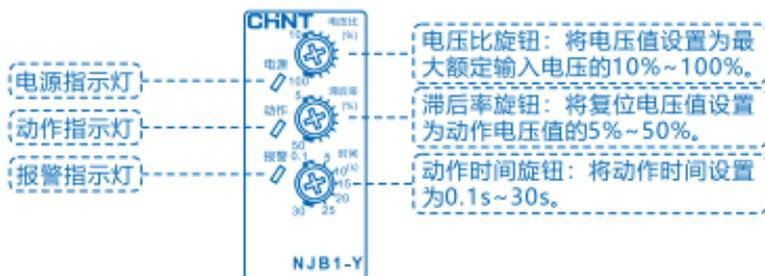
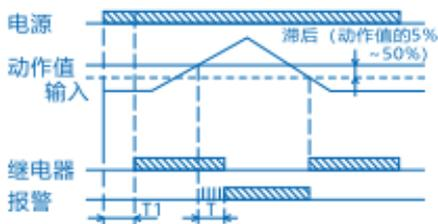
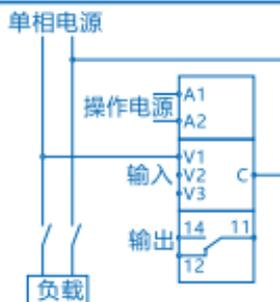

图2 面板示意图
图3 过电压动作时序图 (常闭)
图6 接线图
5.1 产品面板示意图：见图2；产品各种工作的时序图：见图3~图4；产品选择开关示意图：见图5；产品工作模式的设定：见表4；产品接线图：见图6。